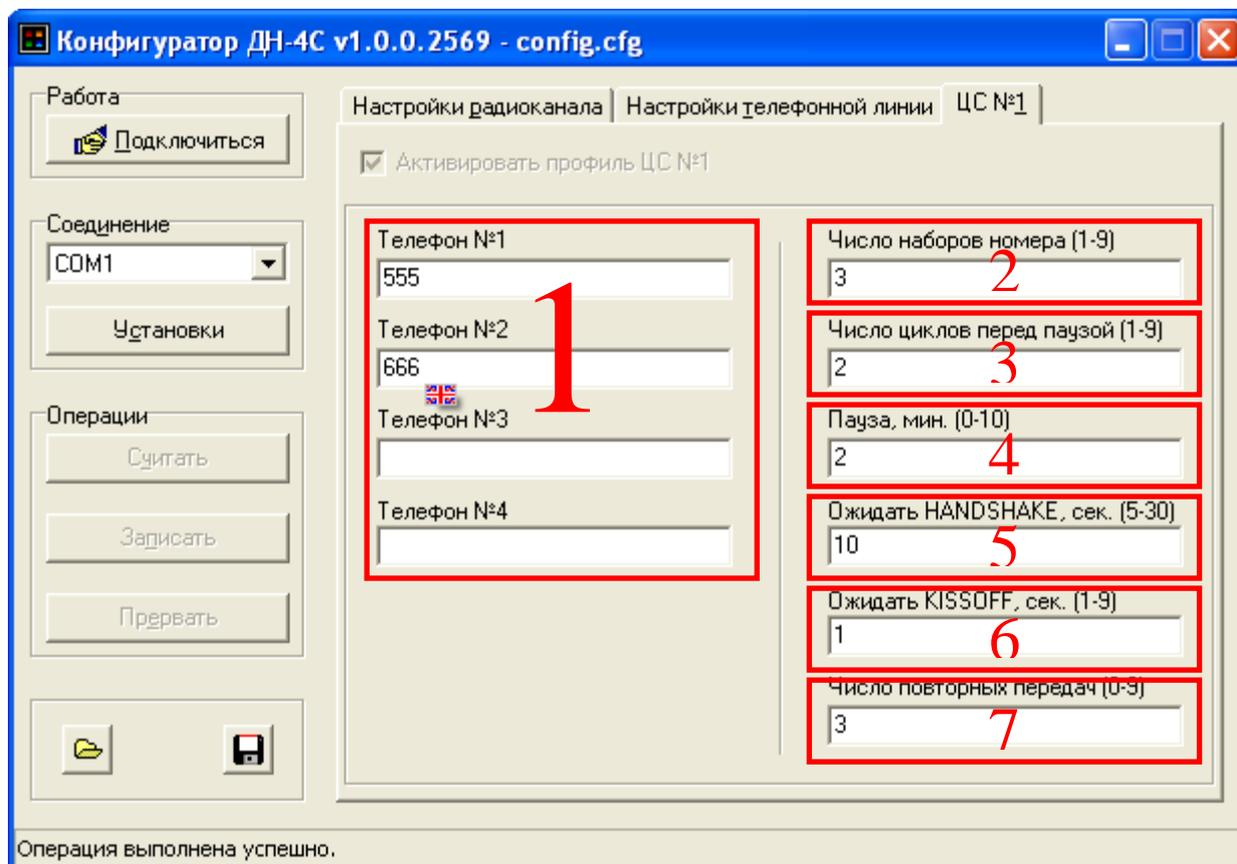

Рисунок 15 - Настройки ЦС №1
2.2.17 В окне конфигуратора на вкладке «ЦС №1» (рисунок 15) установите параметры ЦСМ. При этом следует руководствоваться конфигурацией и/или картой заказа конкретной ЦСМ.